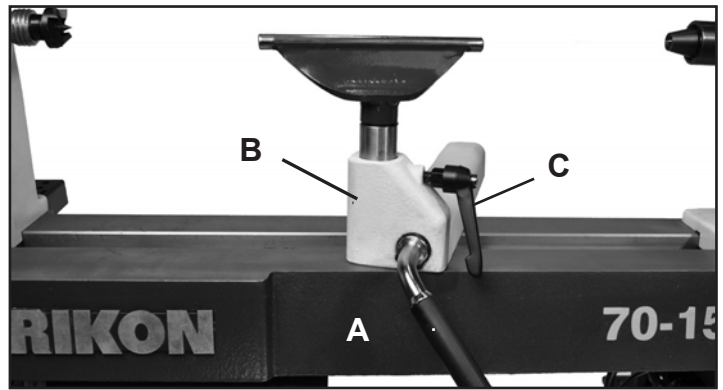

FIG. 4
**1. MANIJA DE BLOQUEO DE LA BASE DEL SOPORTE DE HERRAMIENTA:** (FIG. 4, A) Esta manija accionada por leva bloquea la base del soporte de herramienta (B) hacia abajo en la bancada. Desbloquee la manija para posicionar el soporte en cualquier lugar a lo largo de la bancada. Apriete la manija cuando el soporte está correctamente situado para torneear la pieza de trabajo seguramente. Vea la página 12 para ajustes de la presión de sujeción.
**2. MANIJA DE BLOQUEO DEL SOPORTE DE HERRAMIENTA:** (C) Esta bloquea el soporte de herramienta en posición para sostener sus herramientas mientras torneaa. Desbloquee la manija para ajustar el soporte de la herramienta en un ángulo o altura específico. Apriete la manija cuando esté en la posición deseada.